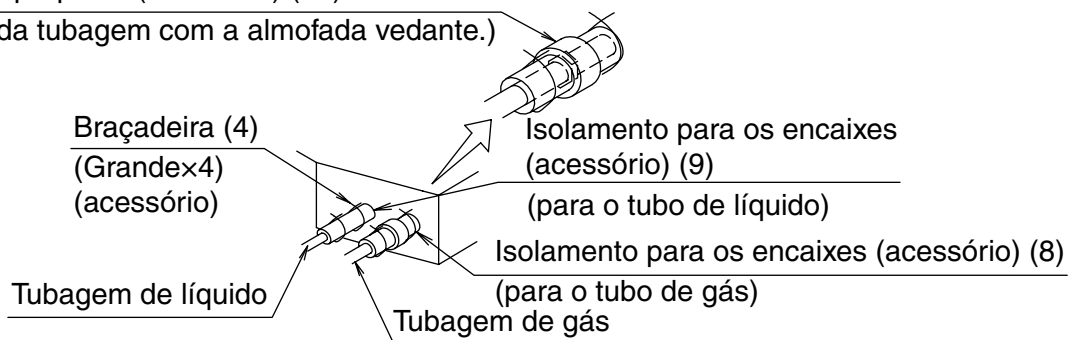

Fig. 16
- Certifique-se de que realiza os trabalhos de isolamento térmico na secção de ligação de tubos depois de verificar se há fugas de gás, analisando exaustivamente a seguinte figura e utilizando os materiais de isolamento térmico fornecidos (8) e (9). (Aperte ambas as extremidades com braçadeiras (4).) **(Consulte a Fig. 16)**
- Envolve a almofada de estanquidade (11) exclusivamente à volta do isolamento das juntas do lado da tubagem de gás. **(Consulte a Fig. 16)**